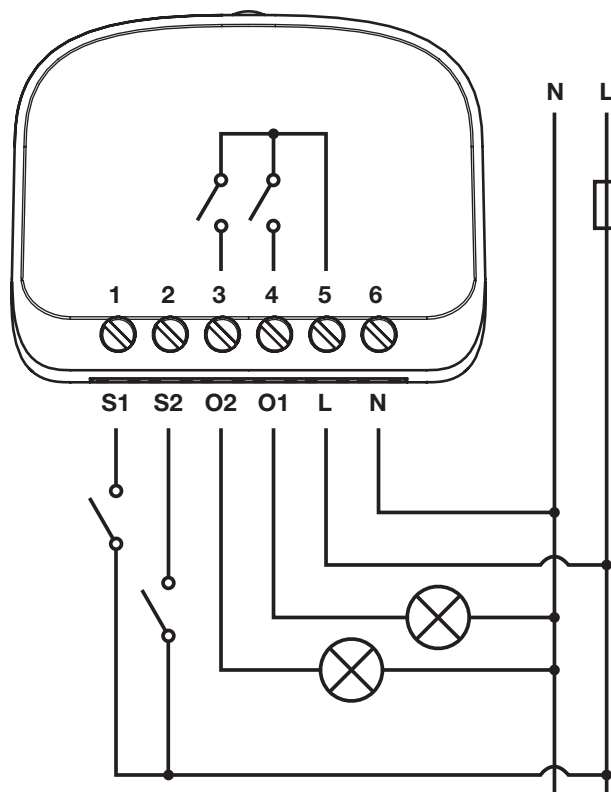

fig.1 Schema di cablaggio BiDi-Switch
1.	Tenere premuto il pulsante di programmazione (fig. 1).
2.	Rilasciare il pulsante di programmazione (fig. 1) quando il LED si illumina di rosso (1a posizione).
2.	Rilasciare il pulsante di programmazione (fig. 1) quando il LED si accende di colore arancione (2a posizione).
2.	Rilasciare il pulsante di programmazione (fig. 1) quando il LED si accende di colore verde . (3ª posizione).